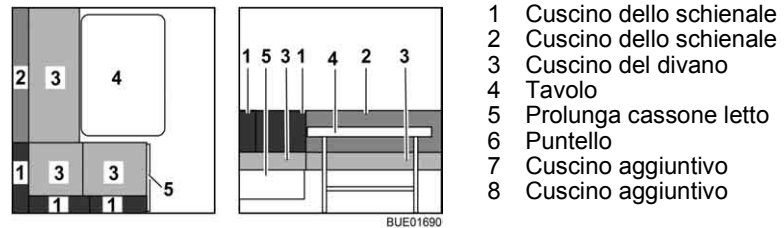

Fig. 110 Prima della trasformazione
- Trasformare il tavolo (Fig. 110,4) in struttura di supporto letto (vedi paragrafo 6.12).
- Rimuovere i cuscini dello schienale (Fig. 110,1 e 2) e riporli.